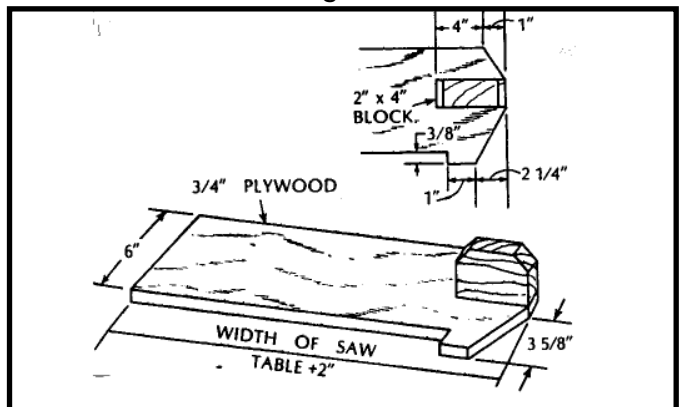
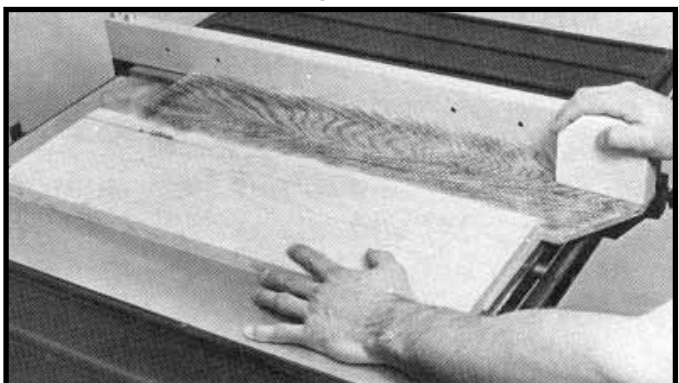

Fig. S10
Fig. S11
4. Il peut être dangereux de scier des pièces étroites en long si cette opération n'est pas réalisée avec prudence. Si possible, scier la pièce étroite à partir de la pièce la plus large. Si l'ouvrage est assez petit, utiliser un poussoir. (Un poussoir peut être construit comme le montre la Fig. S10 et utilisé comme le montre la fig. S11).
REMARQUE : À la figure S11, le pare-main et le couteau séparateur sont retirés pour plus de clarté. Utiliser un pare-main et un couteau séparateur pour du sciage sur le long.